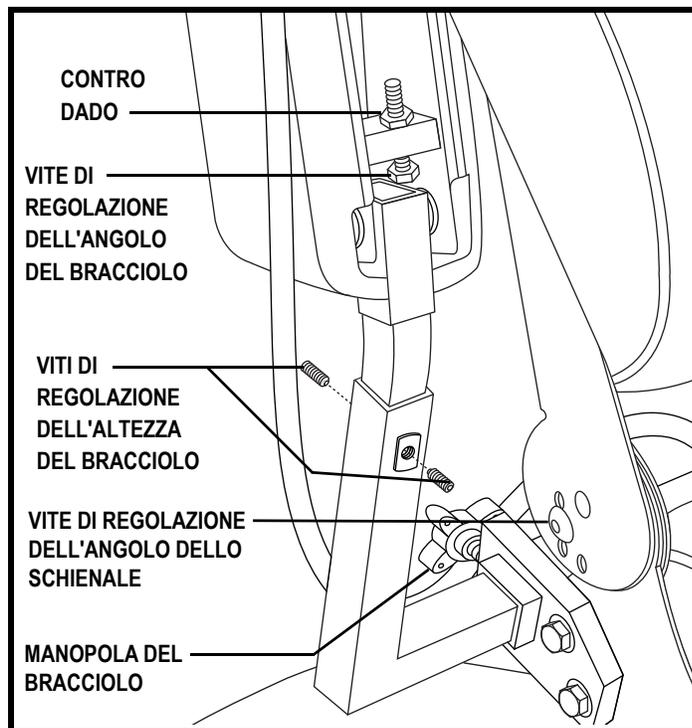

Figura 16. Regolazione altezza dello schienale/del bracciolo
1. Rimuovere le viti di regolazione da ogni cerniera del sedile. **Vedere la figura 16.**
1. Individuare le due manopole dei braccioli su ciascun lato della staffa dell'alloggiamento del bracciolo. **Vedere la figura 16.**
1. Sollevare il bracciolo verso l'alto in modo che sia perpendicolare al pavimento. **Vedere la figura 16.**
1. Allentare le due viti che si trovano sul ricevitore del bracciolo. **Vedere la figura 16.**